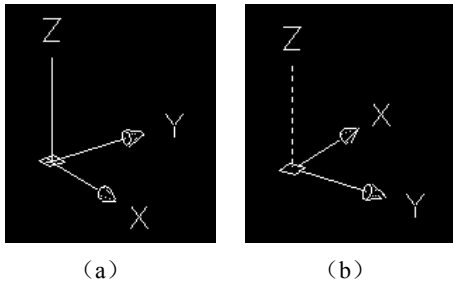
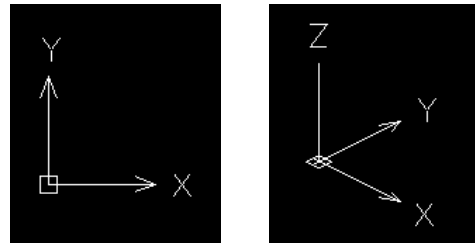

图 1-25 三维视图中的三维 UCS 图标
图 1-26 三维 UCS 的二维箭头形式
在三维视图中，如果观察方向是俯视 UCS（沿 Z 轴正方向），则三维 UCS 图标中的 Z 轴显示为实线，如图 1-25 (a) 所示。而在仰视 UCS 时，UCS 图标中 Z 轴显示为虚线，如图
c. 选中“圆锥体”复选框，则三维 UCS 图标中的 X 轴和 Y 轴显示三维圆锥形箭头，参见图 1-25。取消该复选框，则显示为二维箭头，如图 1-26 所示。